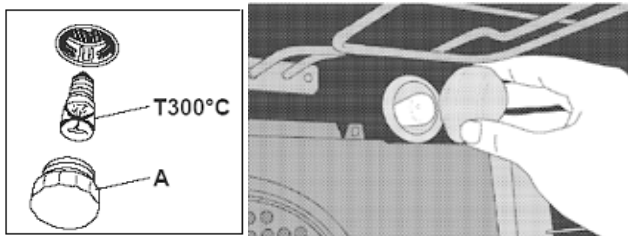

Abbildung 15
- ❖ Um die Lampe zu ersetzen, wie folgt vorgehen (**siehe Abbildung 15**):
1. Äußere Glasabdeckung (A) durch Drehung gegen den Uhrzeigersinn entfernen,